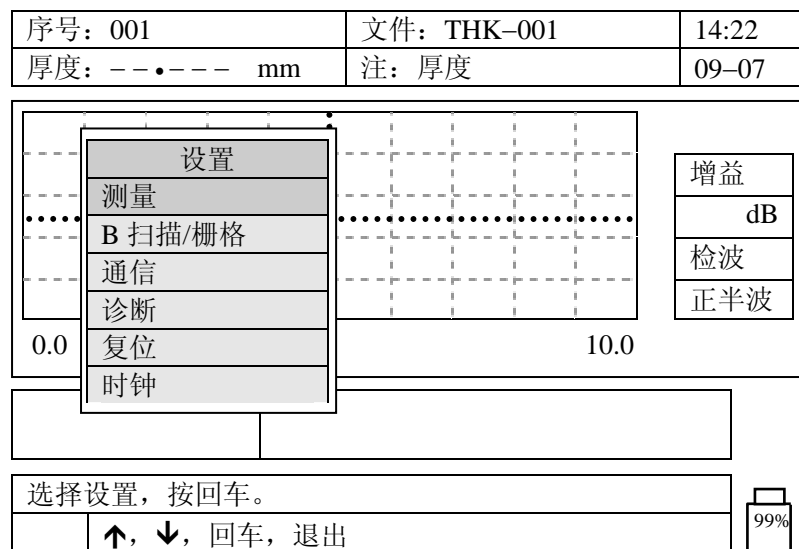

图 6.13a
a) 在测量模式下按一下 **2NDF** 再按 **0^{SETUP}**，显示如图 6.13a：